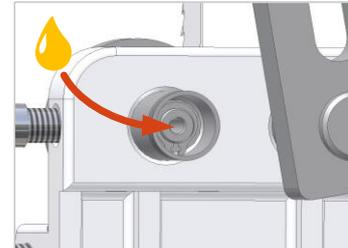

Abbildung 42: APA Rückenrolle ölen
- Verschlusskappe von Rückenrollenlagerung abschrauben (siehe ⇒ Abbildung 42).